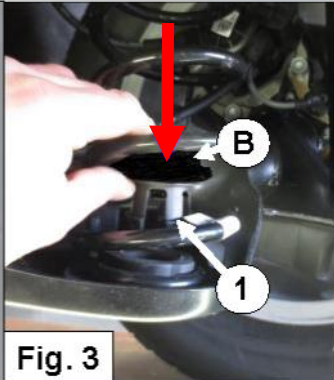

Fig. 3
3. Placez le bouchon en plastique 1 avec la coupelle inférieure B dans le bras de suspension. Voir fig. 3. Si la coupelle inférieure B ne rentre pas dans le bouchon en plastique 1, placez la coupelle inférieure sans le bouchon en plastique 1 dans le bras de suspension et fixez le couvercle en plastique avec un collier de serrage. Voir fig. 6.